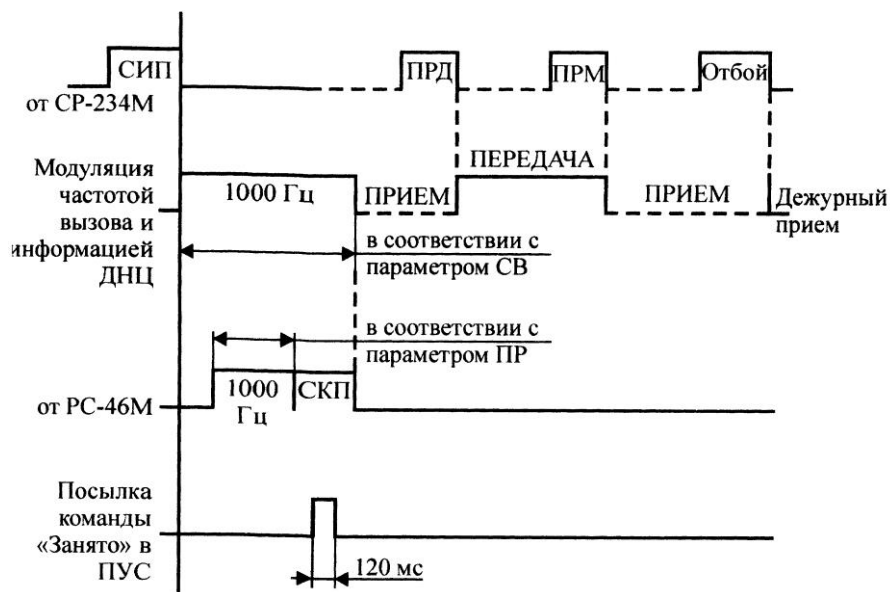

Рис. 4. Диаграмма установления связи ДНЦ-ЛОК в режиме тонального управления
– СР-234М посылает в линию двухчастотный сигнал избирательного подключения (СИП) $250 + 250$ мс, который поступает на приемник ПГС (путь прохождения сигнала представлен на рис. 4);